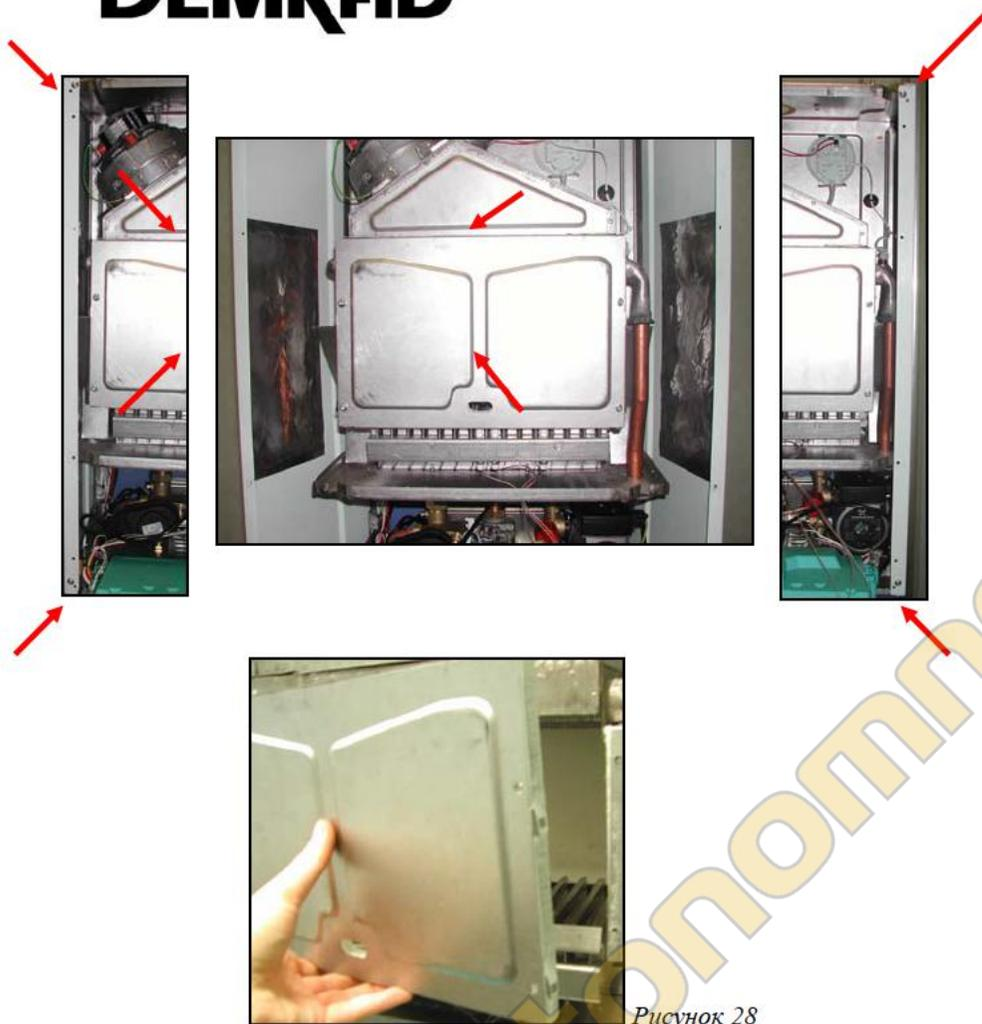

Рисунок 28
19.5. У котла модели НК (закрытая камера сгорания) снимите крышку камеры сгорания, отвинтив четыре винта по бокам. (Рисунок 28)